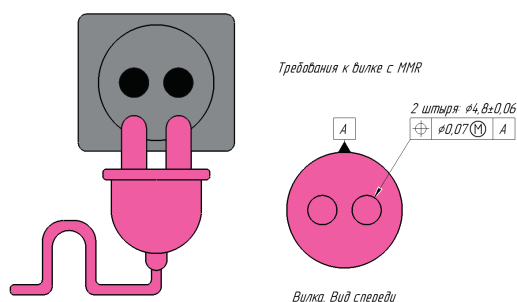

Рис. 5. Требования к вилке с MMR
Введем требование максимума материала для позиционного допуска (рис. 5) — поставим символ (M) после значения допуска. Теперь позиционный допуск зависит от действительного значения диаметра штыря. При диаметре 4,86 мм (максимум материала) допуск остается жестким: $\varnothing 0,07$ мм. При диаметре 4,74 мм (минимум материала) появляется запас в размере $4,86 - 4,74 = 0,12$ мм, и позиционный допуск увеличивается до $\varnothing(0,07 + 0,12) = \varnothing 0,19$ мм. В рассматриваемом случае он вырос с $\varnothing 0,07$ до $\varnothing 0,19$ мм, то есть примерно в 2,7 раза. Теперь действительное позиционное отклонение $\varnothing 0,15$ мм проходит контроль, деталь признается годной, и она действительно соберется. Её функциональный габарит 4,89 мм не выходит за постоянную виртуальную границу MMVS = $4,86 + 0,07 = 4,93$ мм. Это и есть практическая реализация MMR.